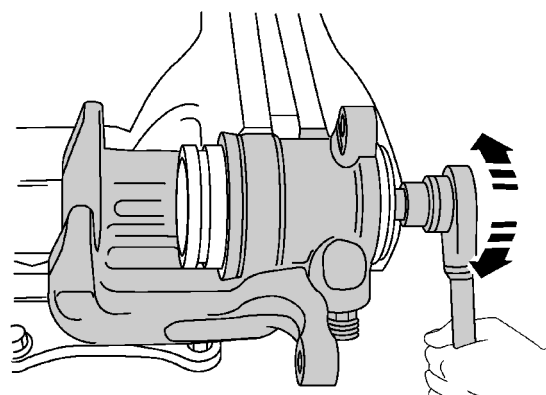

图 3-2-59 顺时针旋入压紧螺母
(6) 顺时针旋入压紧螺母，直到限位位置，如图 3-2-59 所示。